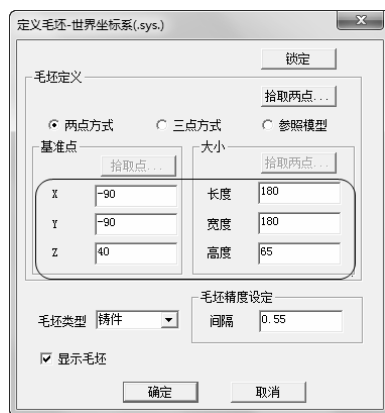
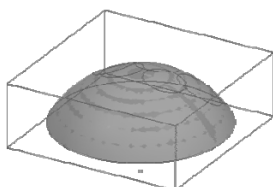

图 5-6 “定义毛坯-世界坐标系 (.sys.)”对话框
图 5-7 设置的工件
2) 设置毛坯形状为立方体, 选中“两点方式”, 设置的“基准点”与“大小”如图 5-6 所示。勾选“显示毛坯”, 以在显示窗口中以线框形式显示毛坯, 单击“定义毛坯-世界坐标系 (.sys.)”对话框中的“确定”按钮, 完成加工工件设置, 如图 5-7 所示。